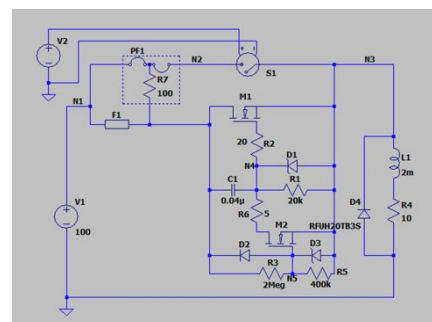

図 3-1
- 図 3-1 に示す Arcfree1-hp 回路は MOSFET(M1)に並列に回路が追加され M1 のゲートから抵抗 R2 と R6 を介して M2 が接続され、この回路によって M1 による積分電圧がある一定以上になると R3 と R5 による分圧による電圧で M2 のゲートがオン電圧になると C1 の充電を加速し M1 による積分を終了させる構造となっている。